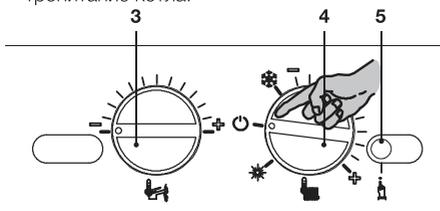

Рисунок 8.15
- Чтобы выйти из режима программирования, установите переключатель функций 4 в положение  (Рисунок 8.15) или выключите электропитание котла.